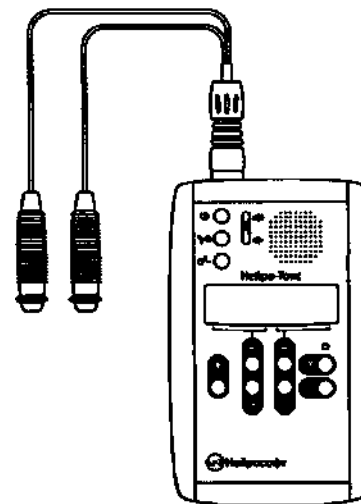

Рис. 14. Подключение переходника для электрода-пинцета
2. Подключите к электростимулятору переходник для электрода-пинцета (рис. 14).